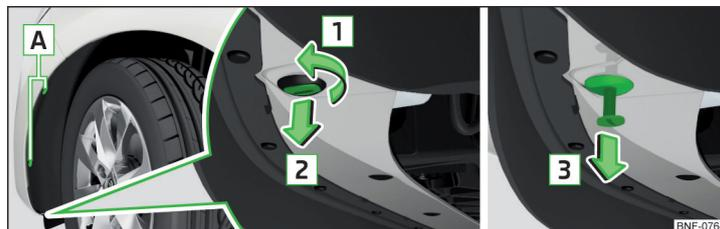

Fig. 176 Retirez le revêtement du passage de roue
- À l'aide du tournevis de l'outillage de bord, retirez les vis **A** » fig. 176 hors du revêtement du dessous de caisse.
- Insérez la partie du rivet d'expansion équipée d'une fente dans le sens inverse de la flèche **2** et tournez-la d'un quart de tour dans le sens inverse de la flèche **1** » fig. 176.